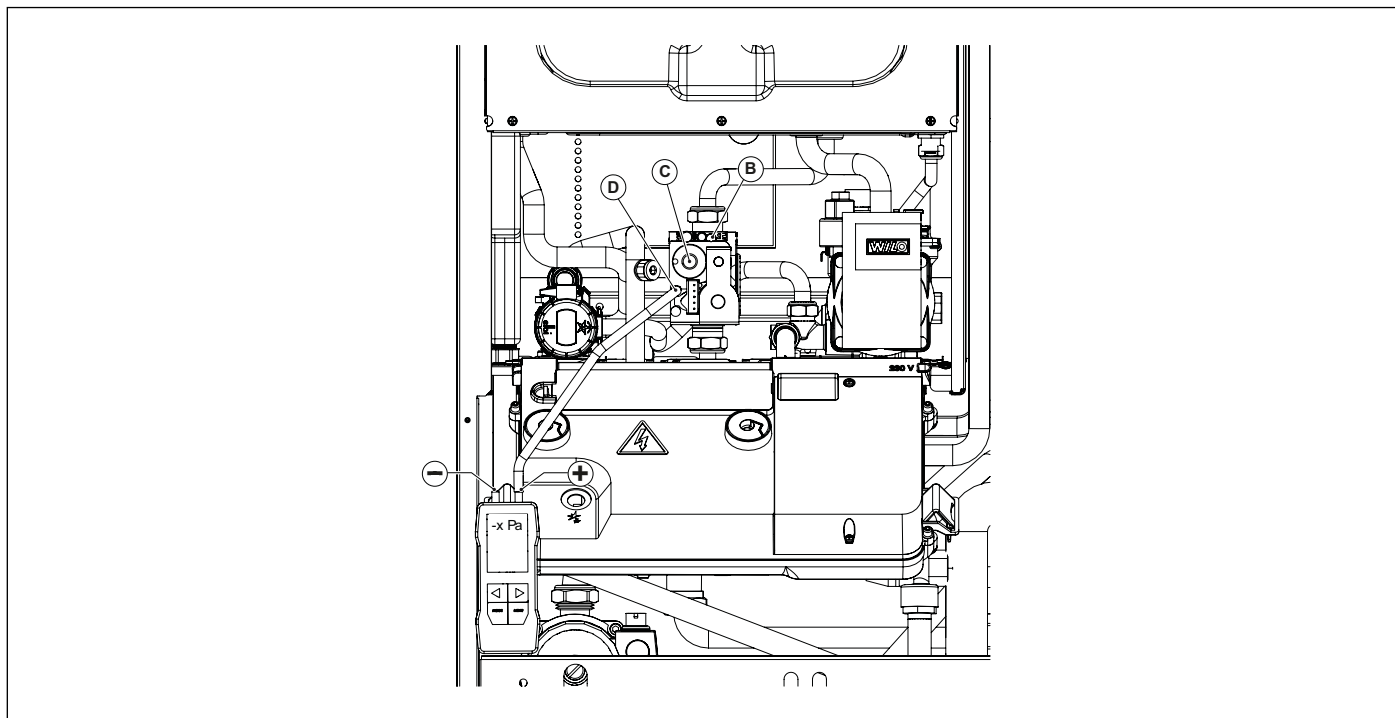

Fig. 40 Reglarea presiunii de offset
- Deschideți șurubul robinetului de presiune de offset **D** și conectați-l la intrarea pozitivă (*) a manometrului de presiune diferențială (a se vedea Fig. 40 Reglarea presiunii de offset).